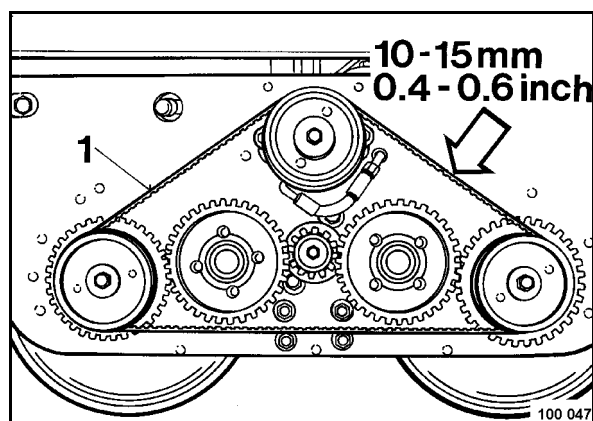

Fig. 65
- Comprobar la correa dentada 1 (Fig. 65) por estado y tensión y cambiar la correa dentada si presenta deterioros.